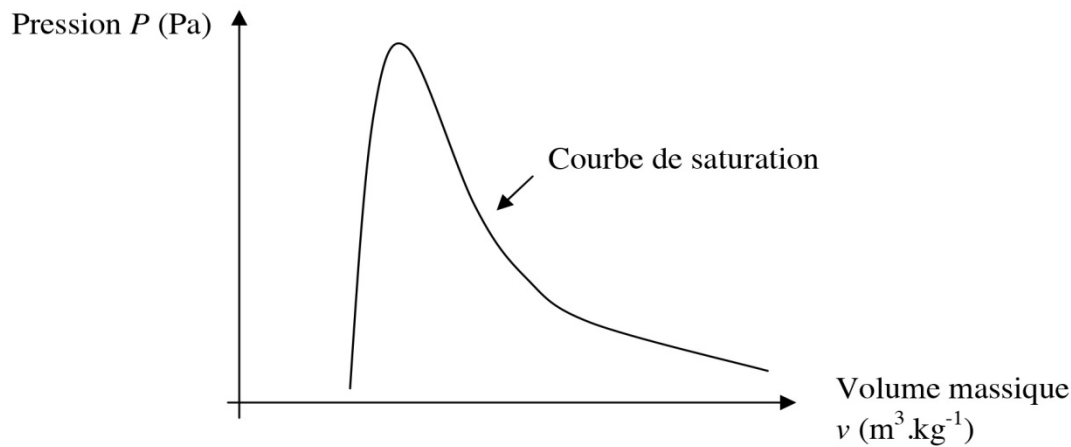

Figure 2 : diagramme de Clapeyron
**A1.1.1-** Sur un diagramme de Clapeyron (figure 2) que vous reproduirez, préciser la position du point critique, les parties courbes de rosée et d'ébullition. Indiquer également les domaines du liquide, du mélange diphasique et de la vapeur surchauffée. Mentionner où se trouve le liquide saturant et la vapeur saturante.